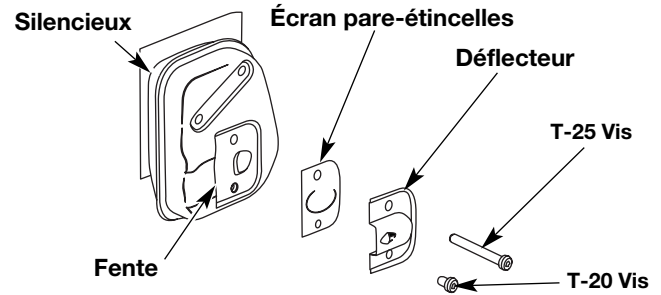

Fig. 32
2. Retirez la vis retenant le couvercle du pare-étincelles au silencieux à l'aide d'un tournevis à lame plate ou à mèche no. T-20 Torx (Fig. 32).